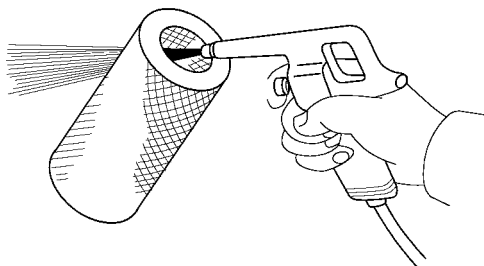

图 2-72 用压缩空气从滤芯内侧向外充分吹净，再吹净滤芯的外侧
2) 清洁空气滤清器滤芯。用压缩空气从滤芯内侧向外充分地吹净，然后再吹净滤芯的外侧，如图 2-72 所示。